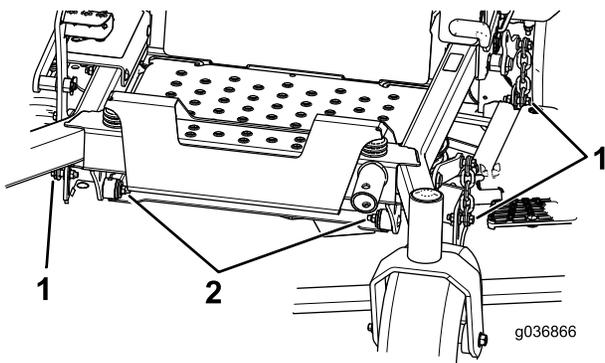

図 87
7. 機体左右のボルト・ナットを取り外して保管する 図 87。